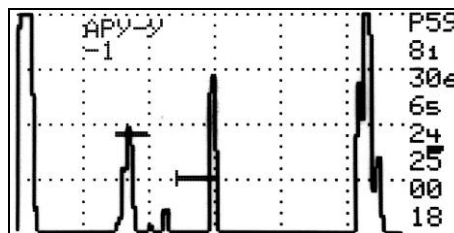

Рисунок 89 - Контроль с применением АРУ.
6.4.1.7 При контроле под строкой « **АРУ** » будет отображаться значения компенсации чувствительности в дБ (см. рисунок 89 – АРУ компенсировало чувствительность на -1 дБ).